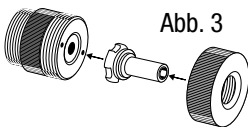

Abb. 3
Entnahme und Einsetzen des Akkupacks Abb. 3.
2. Setzen Sie den Mehrmals Kunststoff-Einsatz (F) mit dem Flansch zum Aufweitgerät in den herausziehbaren Kopf (E) ein, wie in Abbildung 3 dargestellt. Schrauben Sie den Gewinding (G) auf. Den Kopf auf das Aufweitgerät BST 32 PLUS schrauben, dann den Aufweitdorn (H) einsetzen, bis er einrastet (Abb. 4).